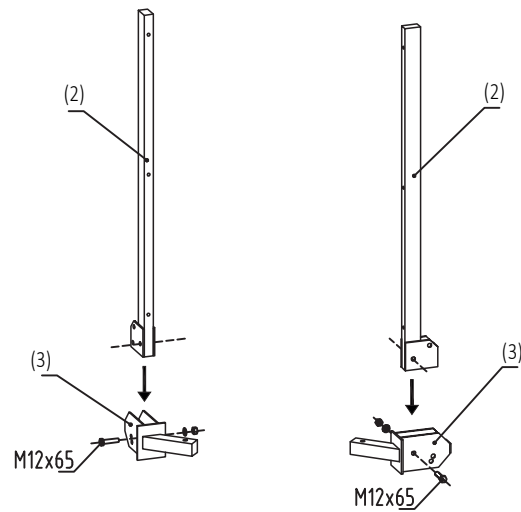

Bild 4.2.1
- 1 Die Geländerrohre (2) mit den Einsteckschuhen (3) durch Schrauben M12x65 so verbinden, dass das Einsteckrohr an einem Geländerrohr nach links und am anderen Geländerrohr nach rechts zeigt. Anschließend Geländerpfosten mit Federsteckbolzen vertikal oder um 15° geneigt arretieren (Bild 4.2.1).